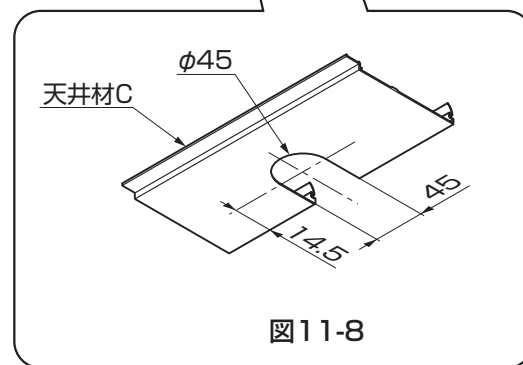

図11-8
- ②アタッチメントパッキンを雨樋アタッチメントに貼付けて樋に【6-1】で取付けてください。
③天井材Cの竖樋がつく位置を確定し、切欠きを現場加工してください。(図11-8参照)
④天井材を取付けてください。